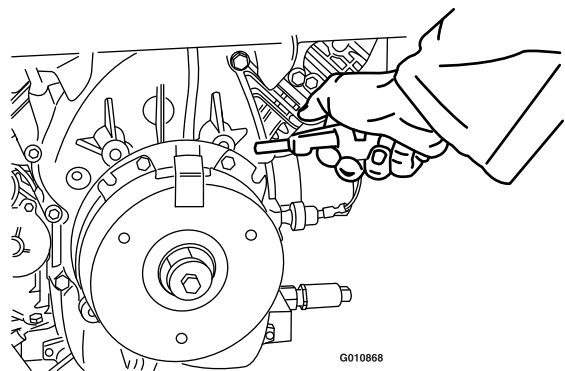

Figura 73
3. Utilizar un compresor de aire, elimine cualquier residuo de debajo del polo de freno y de alrededor de los espaciadores del freno (Figura 73).